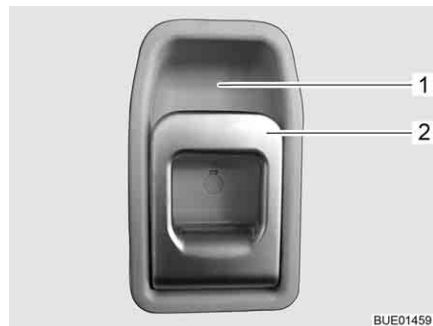

Bild 44 Dörrlås ingångsdörr, insida
- Drag i handtaget (Bild 44,2). Dörrlåset låses upp.
- Tryck handtagets (Bild 44,2) övre del i riktning mot greppkåpan (Bild 44,1).